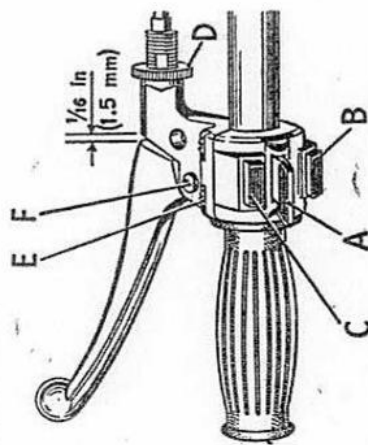
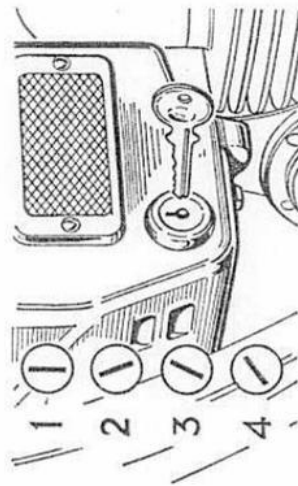

Fig. 3.
Fig. 4.
Embrayage. Le levier est monté sur la barre de guidon gauche et on peut en régler la position après avoir desserré les vis (E) Fig. 3. On règle le jeu du levier par rotation de la vis (F) Fig. 3 après en avoir desserré le contre-écrou. Saisir le levier pour libérer l'embrayage (c'est-à-dire pour débrayer la transmission entre le moteur et la roue arrière). On peut régler le câble d'embrayage au doigt au moyen de l'adaptateur (D) Fig. 3, sur le levier. Le câble présente un point de graissage en (B) Fig. 3, sur le levier. Les aménagements nécessaires ont été prévus pour permettre le montage d'un rétroviseur Motoplas sur le corps du levier.
Commutateur électrique principal (sauf modèles Moto-cross). Ce commutateur est incorporé au boîtier électrique sous le réservoir, du côté gauche de la machine (Fig. 4). La clé est amovible en deux des quatre positions, mais ne peut pas être extraite des deux autres, autrement dit :
Avertisseur sonore, commutateur de commande de passage en code, commutateur de commande d'appels au phare. Ces ensembles sont combinés en un commutateur triple situé sur la barre de guidon gauche dans le corps du levier d'embrayage. Cet ensemble (avec son levier de commande) peut être réglé pour repositionnement après desserrage des vis (E). Le bouton-poussoir d'avertisseur sonore est situé en (B) et le commutateur d'appels au phare est situé en (C) Fig. 3.
Commutateur de commande de phare. On passe en phare lorsqu'on tourne le commutateur rotatif sur le corps du phare. Un commutateur séparé (A) Fig. 3, sur la barre de guidon de gauche, commande le passage du phare en code et le commutateur électrique principal (Fig. 4) contrôle l'ampoule pilote.
Mettre le contact en tournant la clé dans le sens des aiguilles d'une montre pour l'amener sur la position "3" comme illustré sur la Fig. 4.
Sélectionner la position de point mort et fermer la commande des gaz pour réduire ainsi la vitesse du moteur au ralenti, puis tourner la clé de contact principale pour l'amener dans la position illustrée en "1" (Fig. 4).